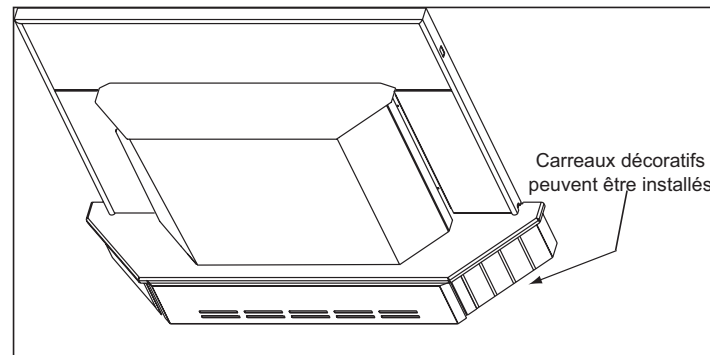

Figure 44.3
- NOTE: 3 / 8 "(9.5mm) de carreaux épais ou matériels analogues peuvent être coupés à la taille et la forme sous la lèvre du bord garniture supérieure pour une touche décorative. **Figure 44.3.**